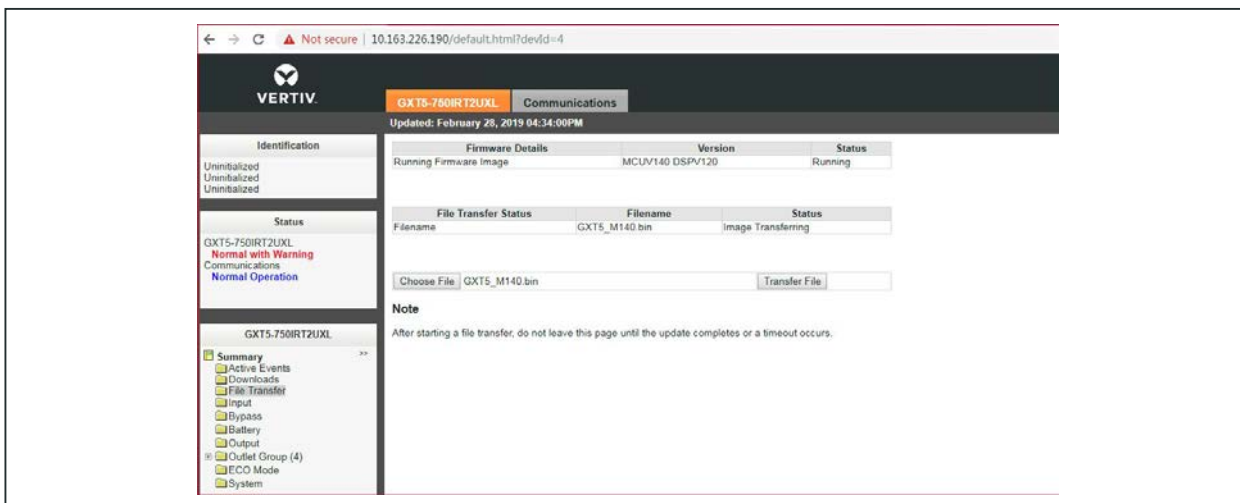

図 5-2 RDU101インターフェイスでのファイル転送
3. カードのユーザーインターフェイスでアップデート用ファイルをアップロードします (図5-2参照)。